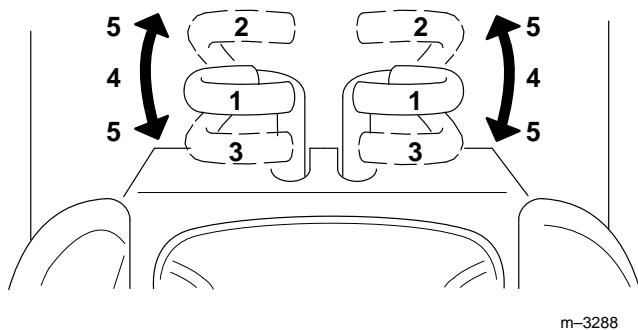

Figure 9
2. Pour partir en marche avant, pousser lentement les leviers de traction vers l'avant (Fig. 9).
Pour aller tout droit, déplacer les deux leviers de manière identique (Fig. 9).
Pour tourner, rapprocher du point mort le levier du côté vers lequel on veut tourner (Fig. 9).
2. Pour partir en marche arrière, tirer lentement les leviers de traction vers l'arrière (Fig. 9).